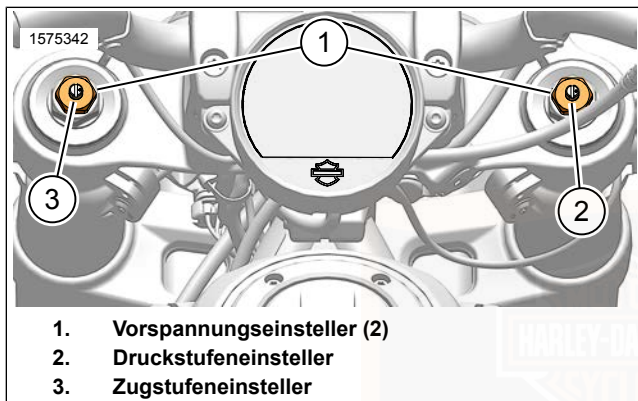

Abbildung 22. Einsteller für Vorderradfederung
Modelle, die mit verstellbaren Vorderradgabeln ausgestattet sind, haben Versteller an der Oberseite jeder Gabel. Siehe Abbildung 22 .
Siehe Abbildung 22. Die Schraube des Druckstufeneinstellers (2) befindet sich auf dem rechten Tauchrohr.
Siehe Abbildung 22. Die Schraube des Zugstufeneinstellers (3) befindet sich auf dem linken Tauchrohr.
2. Die Schraube des Zugstufeneinstellers (3) um die empfohlene Anzahl von Umdrehungen gegen den Uhrzeigersinn drehen. Siehe Tabelle 29.
Siehe Abbildung 22. Die Vorspannungseinsteller (1) befindet sich jeweils auf dem Tauchrohr.